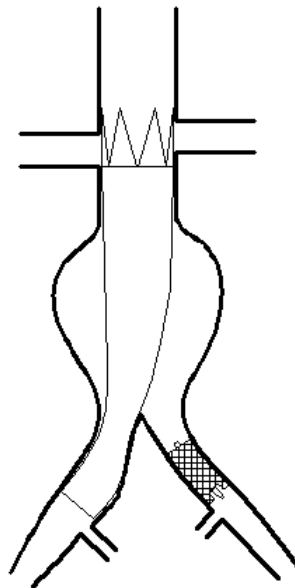

Fig. 9 Colocación del ocluidor
5.14 Colocar un tapón en el otro lado de la arteria ilíaca. (Fig. 9)